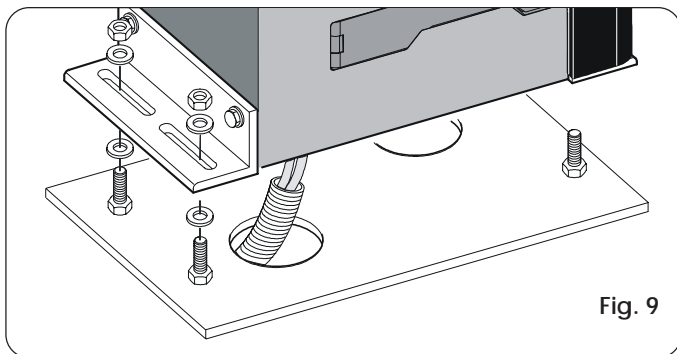
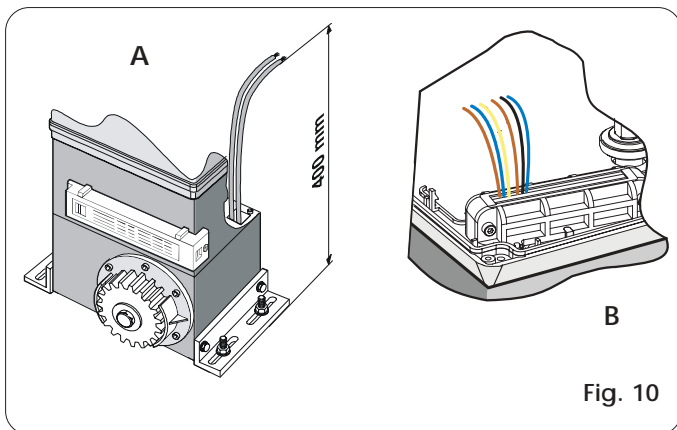

Fig. 9
Fig. 10
- 3) Plaats de aandrijving op de plaat met behulp van de bijgeleverde ringen en moeren, zoals op Fig. 9. Hierbij moeten de kabels door de daarvoor bestemde leiding in de onderste helft van de aandrijving worden gevoerd (Fig. 10, ref. A). Zorg er vooral voor dat alle kabels worden gestript, zodat de kabelklem alleen de afzonderlijke draden vastzet. (Fig. 10 ref. B). Zie hoofdstuk 5 voor aanwijzingen omtrent de toegang tot de elektronische apparatuur.